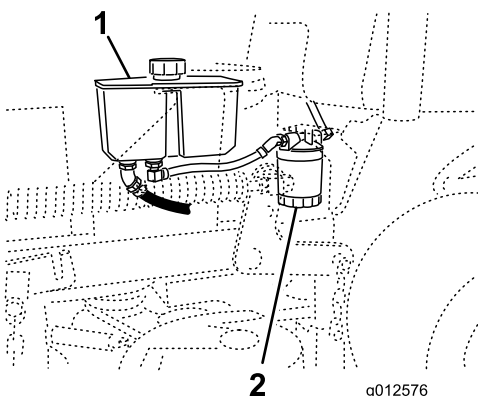

Figura 72
3. Localice el filtro y coloque un recipiente debajo del filtro (Figura 72).